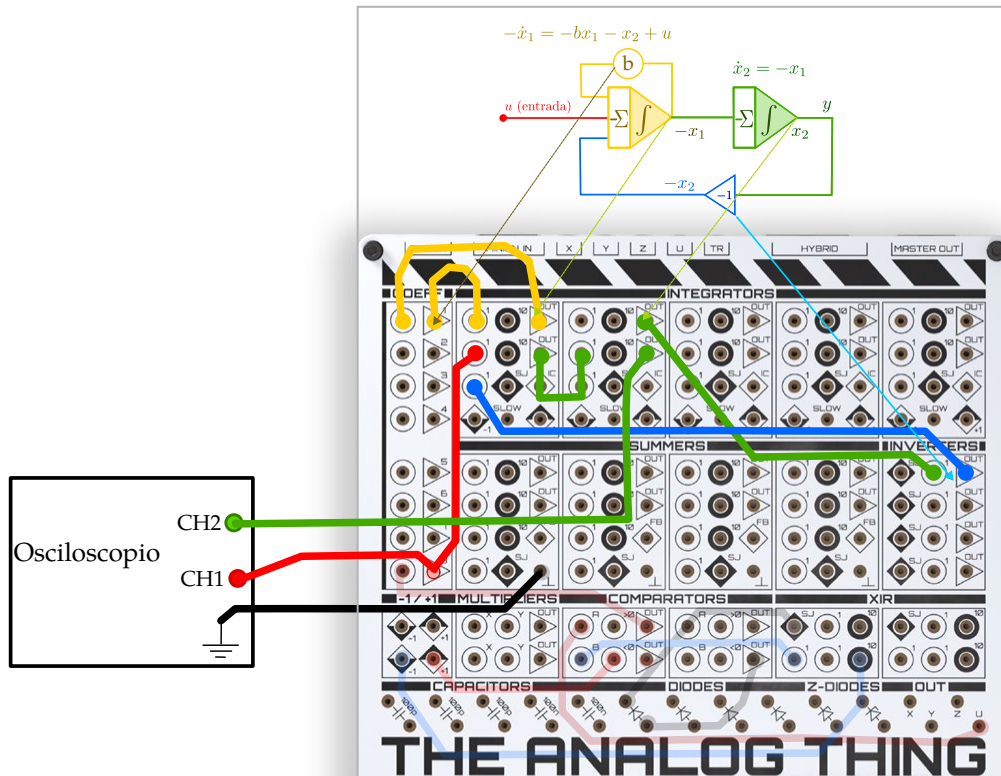

Figura 8: Implementación analógica del sistema de segundo orden.
- b) Identifique cada uno de los componentes del diagrama de la figura 8. Se puede guiar por la salidas de los integradores. Las líneas del diagrama de computación analógica están con los mismos colores sugeridos para las conexiones entre elementos del THAT. Note que a la izquierda está la multiplicación por el coeficiente b y a la derecha el inversor azul.
- c) Implementar cuidadosamente el diagrama de computador analógico de la figura 8. Note que no es necesario (ni deseable) conectar la tierra del canal 2.
- Conecte el canal 1 y el canal 2 a la entrada U y la salida Y del sistema como en la figura 8.
- h) Use el criterio de Routh - Hurwitz para obtener matematicamente el rango de estabilidad del sistema realimentado de la ecuación (7) (puede usar gemini u otra). Compare con lo obtenido experimentalmente.